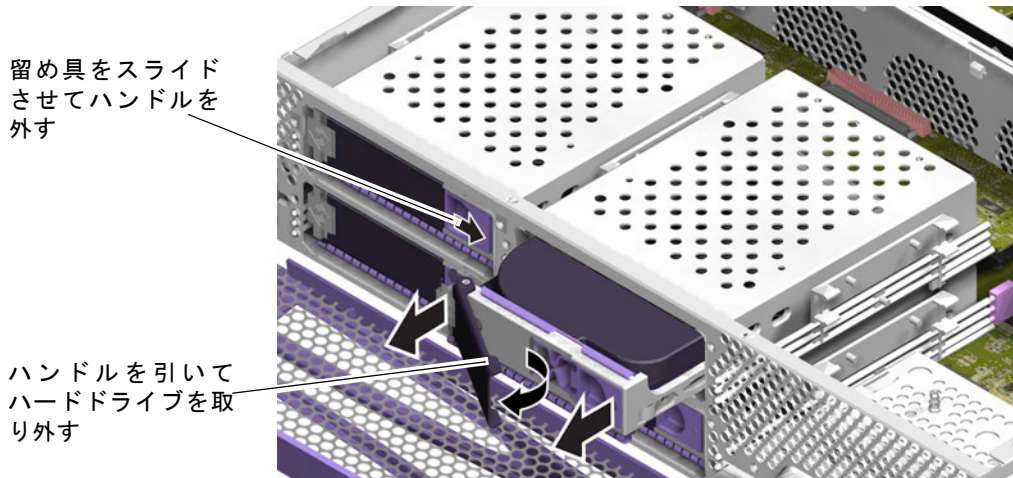

図 1-9 ハードドライブの取り外し
4. ハードドライブの正面に付いている留め具を、右にスライドさせます (図 1-9)。